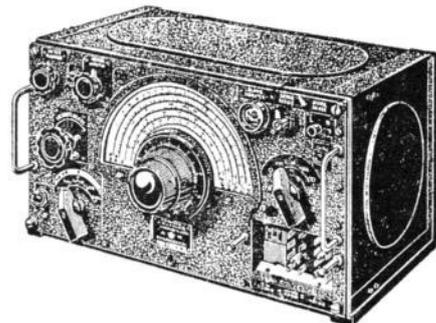

Fig. 7
Le récepteur de trafic Marconi, représenté sur la figure 7 est actuellement disponible dans les surplus (1) pour un prix de l'ordre de 25.000 fr. Cet appareil reçoit les cinq gammes suivantes : 1re : 18 Mc/s à 7,5 Mc/s ; 2e : 7,5